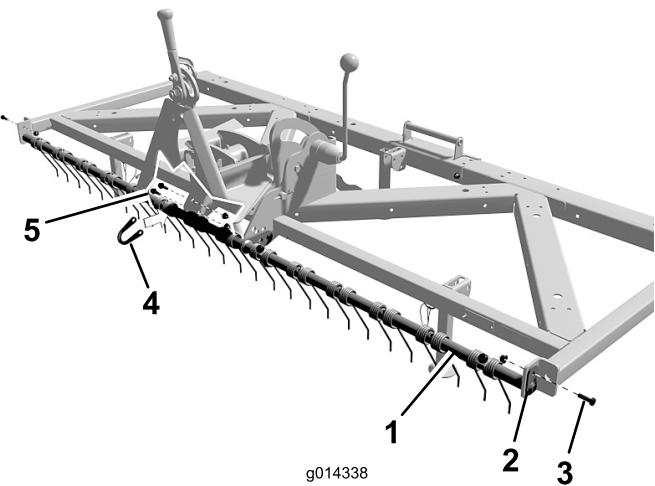

Figure 7
1. Fixez chaque extrémité de la barre porte-dents à ressort à chaque extrémité de l'avant du Turf Groomer avec une goupille et un boulon 5/16 x 1". Positionnez la barre porte-dents à ressort comme illustré à la Figure 7.
2. Fixez la barre porte-dents à ressort au Turf Groomer avec un étrier de retenue et (2) boulons 5/16 x 1" (Figure 7).